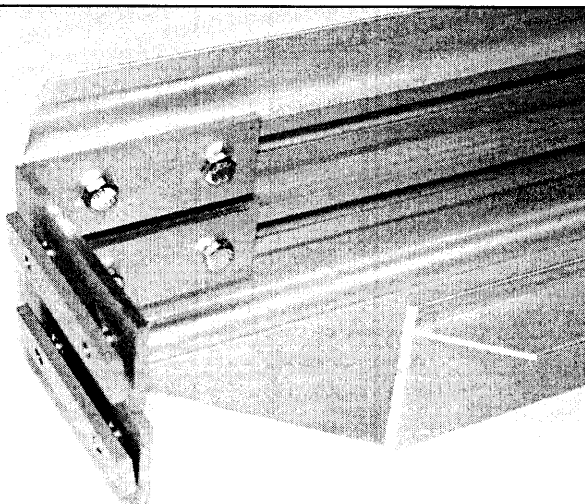
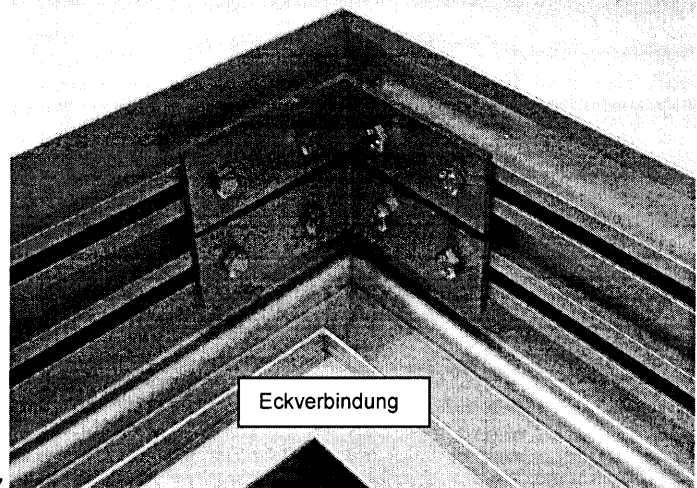

Abb. 7
Abb. 8
Bereiten Sie die Montage der Dachrinnen-Teile vor. Die Ecken werden jeweils durch zwei Winkel (A), vier Schraubplatten (B1) und 8 Schrauben (D, ohne Scheiben) verbunden (siehe Abb. 7, Abb. 8). Tipp: Schrauben Sie zuerst die Winkel an die vordere Regenrinne an, so dass dieser Teil von vorne auf die seitlichen Dachrinnen aufgeschoben werden kann.
- 8.) Bevor Sie die Rückwand mit dem Seitenwandteil verbinden, entgraten Sie die Winkel Kederleiste (**Abbildung 7**). Schieben Sie die Winkel-Kederleiste auf den Keder des Seitenteils auf (**Abbildung 8**).